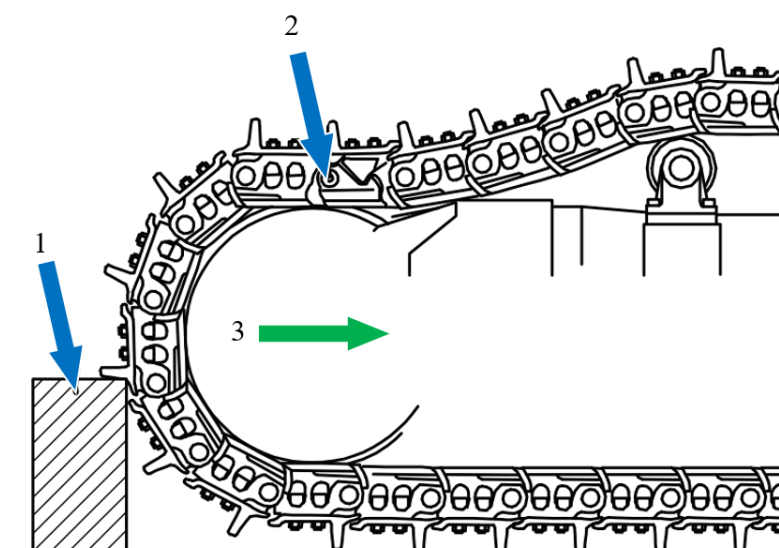

Рисунок 12.15. Процедура снятия натяжения с гусеницы
- ▶ Медленно наехать направляющим колесом 3 на деревянный брусок (поз. 1, рис. 12.15) до тех пор, пока направляющее колесо 3 не будет полностью задавлено назад (в направлении стрелки).
- ▶ Замыкающие полузвенья при этом должны располагаться, примерно, над направляющим колесом (поз. 2, рис. 12.15).